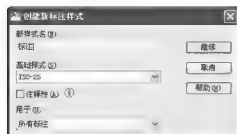
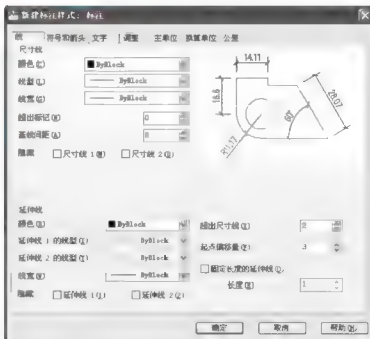

图 3.20 【创建新标注样式】对话框
图 3.21 【线】选项卡的设定
(2) 单击【标注样式管理器】对话框右侧的【新建】按钮，打开【创建新标注样式】对话框，在【新样式名】文本框中输入“标注”，如图 3.20 所示，设置【基础样式】为 ISO-25，也就是说“标注”是在 ISO-25 样式的基础上修改而成的。
(3) 单击【继续】按钮，进入【新建标注样式：标注】对话框，该对话框中包含 7 个选项卡，下面分别来设定。
① 【线】选项卡的设定如图 3.21 所示。
大 100 倍, 如图 3.21 所示。